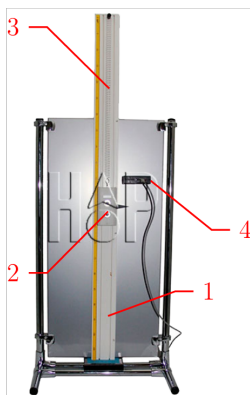

Рис. 1: Схема установки
Лабораторный стенд (рис. 1) включает в себя вертикальную опорную конструкцию с направляющими пазами (1), а также набор пружин и подвижную каретку (2), в отверстии которой может фиксироваться дополнительный груз. К приборам и принадлежностям относятся оптический датчик (4), компьютер с необходимым программным обеспечением, концентратор для подключения датчика к компьютеру.